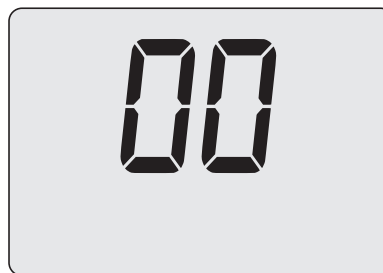

Figura 13.7
- Utilizzando i tasti 16 o 17 (Figura 13.3) è possibile modificare il valore del parametro A01 (Figura 13.7).